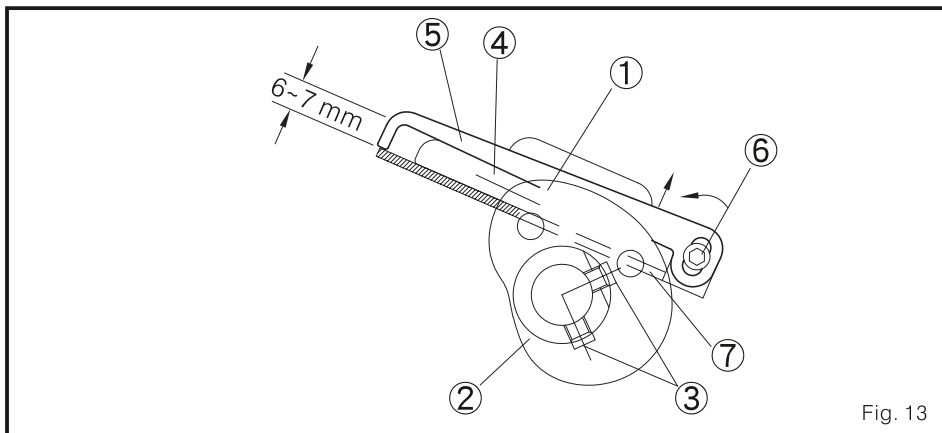

Fig. 13
(3) ajusta a guia looper do fio 5 que solta o tronillo 6. O espaço entre a borda inferior do guia looper 5 para o eixo superior da lâmina guia 7 que deve ser de 6-7 mm. (Fig. 13)